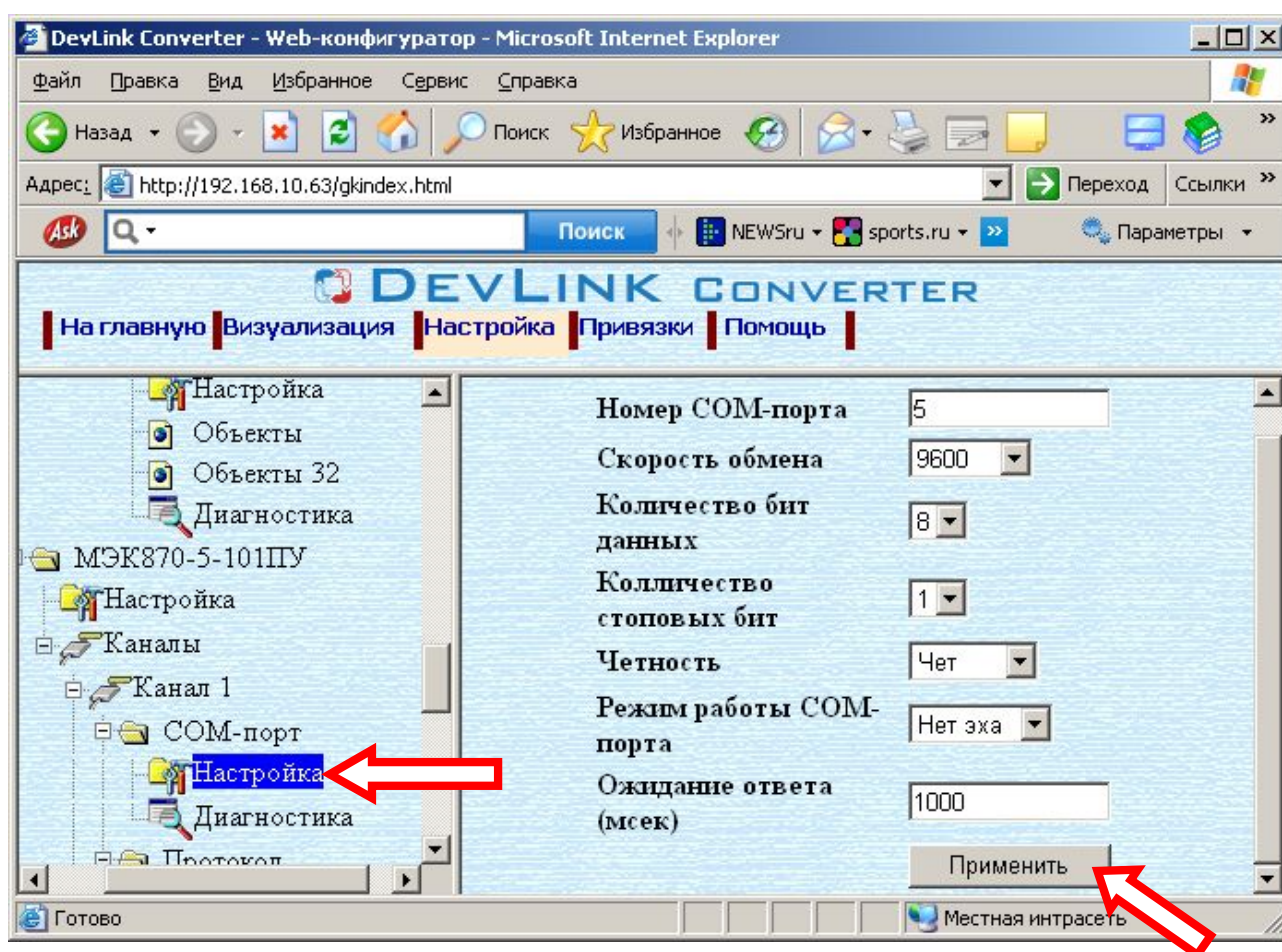

Рисунок 3.10 – Настройка СОМ-порта
- Выберите в дереве объектов *папку «Настройка»* СОМ-порта нужного канала драйвера (рисунок 3.10).
- Задайте необходимые настройки и для их применения нажмите кнопку «Применить» (рисунок 3.10).